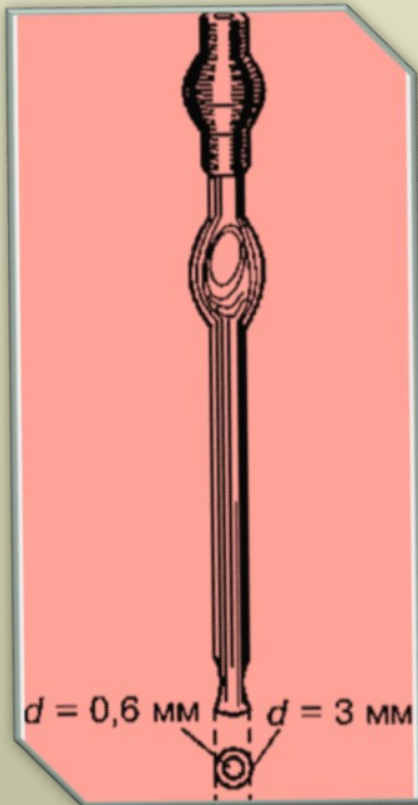

Рис.20.
- Для унификации массы капли фармакопея рекомендует пользоваться стандартным каплемером (рис. 20). Последний представляет собой стеклянную трубку с наружным диаметром в нижней части 3 и внутренним — 0,6 мм